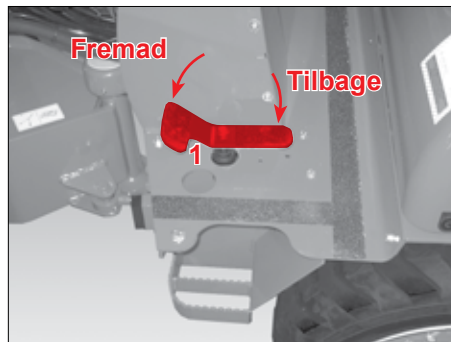

Fig. 29
Med kørepedalen pos. 1 (Fig. 29) skiftes læsserens kørselsretning.